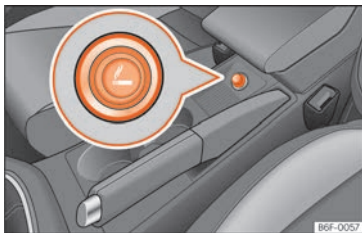

Fig. 161 Allume-cigare.
- Enfoncez le bouton de l'allume-cigare »» **fig. 161** pour l'activer »» ⚠.